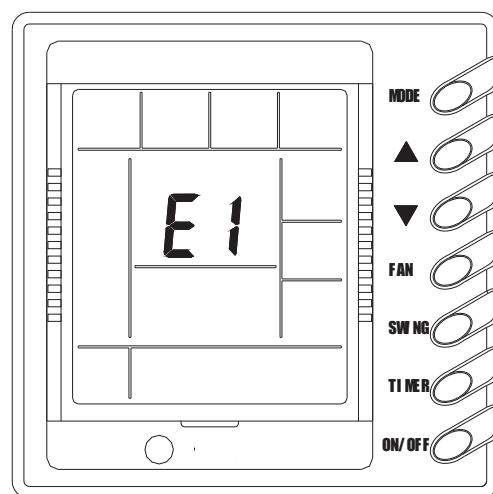

Рис. 9
### 7) Сигналы о неполадках (Рис. 9)
- ❖ Если возникла неисправность кондиционера, ее код появляется в зоне дисплея, где обычно отображается температура воздуха. На рис. 9 показан код неисправности E1 – значит, сработала защита компрессора по высокому давлению